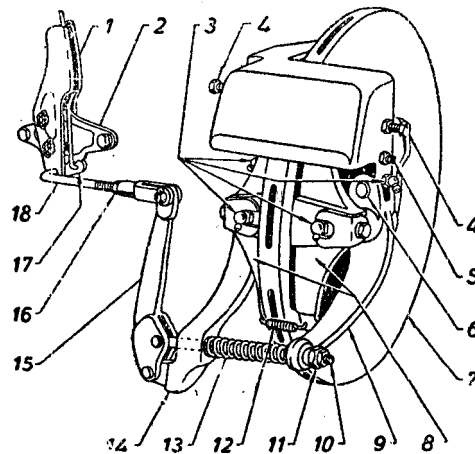

Рис. 37. Ручной тормоз.
1. Поставить ручной рычаг тормоза 1 (рис. 37) в положение, соответствующее полностью отпущенным колодкам (рас-торможенное), расшплинтовать и раз'единить тягу 18, соединяющую его нижний конец с рычажной системой тормоза.